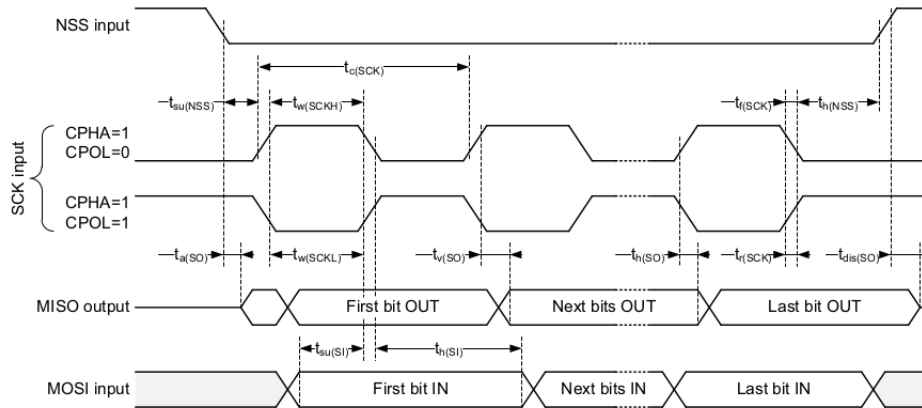

Figura 1: Diagramma temporale del bus SPI
- SPI: Il protocollo SPI utilizzato è quello corrispondente alla modalità CPOL=0, CPHA=1. Nella figura 1, estratta dal datasheet del microcontrollore STM32L496 impiegato in questa esperienza come master SPI, è visibile il diagramma temporale dei segnali. Si ipotizzi che il bus SPI abbia una frequenza di clock inferiore o uguale ad 1 MHz. I segnali utilizzati sono:
- Register interface: Tutti i segnali sono sincroni con il clock (CK).